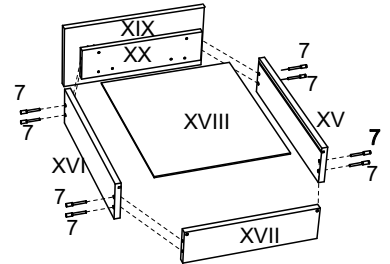
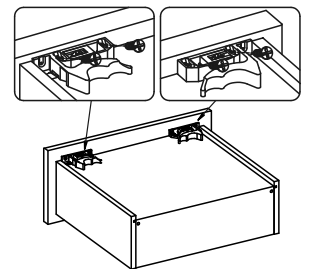

рис. 3
рис. 4
1. Перед сборкой ящиков вбить в фасады (XIX) цанговые футорки (12).
2. Боковины ящика (XV, XVI) конфирматами 7x50 (7) прикрутить к задней панели (XVII) и фальш-панели ящика (XX), дно ящика (XVIII) вставить в пазы боковин (XV, XVI) и прикрутить саморезами 3,х15 (19) к задней панели (XVII) и фальш-панели (XX)(рис. 3). Прикрепить фасады (XIX) к ящикам при помощи винтов M4x22 (5), установить фиксаторы (22)(рис. 4).